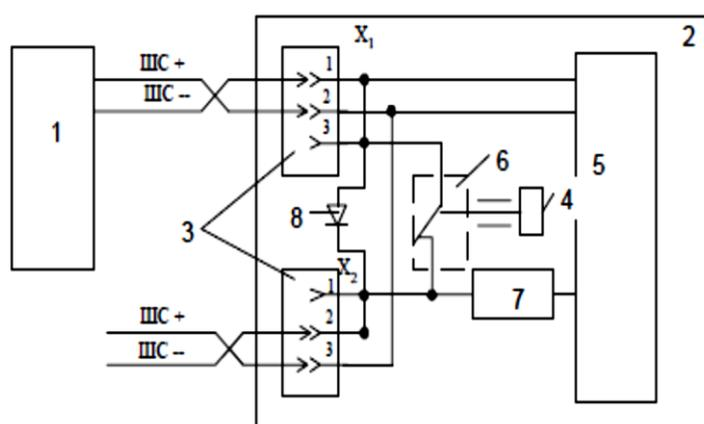

Рисунок 5. Схема подключения извещателя к прибору в варианте 4:
33. Поясните работу извещателя ИПР-ЗСУ в варианте включения 4 (рисунок 5).